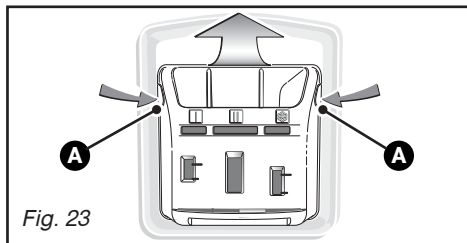

Fig. 23
- appuyez simultanément sur les bossages **A** se trouvant de part et d'autre de la boîte, celle-ci s'extrait de son logement (*Fig. 23*).